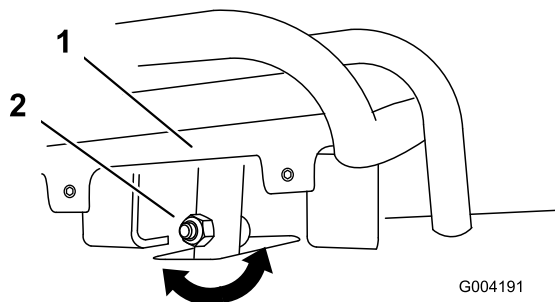

図 55
4. 全速後退位置にセットした走行コントロールバーが基準バーに対して適切に整列していない場合は、走行コントロールのステム部にあるナットとボルトをゆるめる **図 55**。